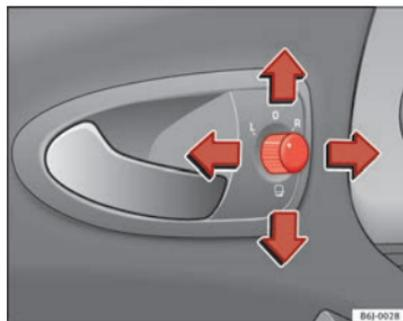

Fig. 67 Mando de los retrovisores exteriores
1. En primer lugar, gire el mando ⇒ fig. 67 hasta la posición **L** (**retrovisor izquierdo**).
- Gire el mando ⇒ fig. 67 hasta la posición  para plegar los retrovisores exteriores. Para evitar daños en el vehículo, debería plegar los retrovisores exteriores siempre que utilice un túnel de lavado automático.